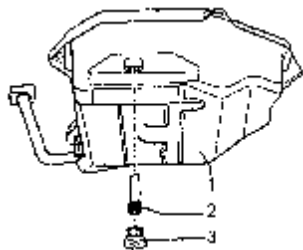

图 7-133 排放 ATF
(1) 排放 ATF。将容器放在变速箱油底壳下面，拆下密封塞和溢流管，排放 ATF，将溢流管拧到底。如图 7-133 所示。